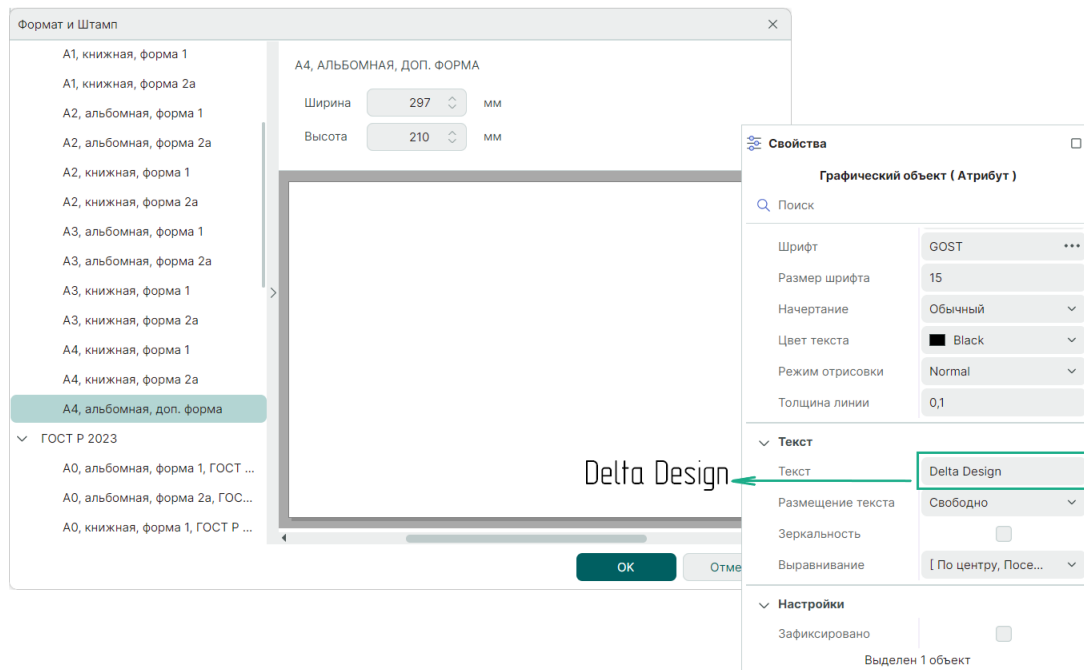

Рис. 84 Отображение атрибута при выборе формата листа проекта
- Текст – текстовое содержание атрибута. При заполнении данного пункта атрибут будет отображаться в окне предварительного просмотра формата листов, см. Рис. 84.